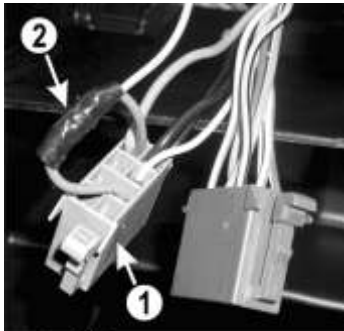

Рис.6 Колодка автомагнитолы
**3.1.9** Отсоедините серую колодку автомагнитолы (поз.1, **рис.6**):
а. Снимите часть изоляции (примерно 5 - 7мм) с розового провода (поз.2, **рис.6**), подходящего к 4-му контакту серой колодки автомагнитолы.